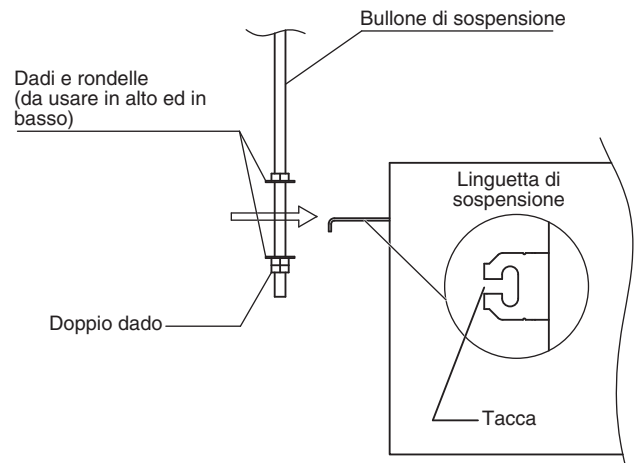

Fig. 3-5
- (3) Avvitare i 3 dadi esagonali e le 2 rondelle (non in dotazione) su ciascuno dei 4 bulloni di sospensione (Fig. 3-5 e 3-6). Usare un dado ed 1 rondella per la parte superiore, e 2 dadi e 1 rondella per la parte inferiore in modo che quest'unità non cada dalle linguette di sospensione.